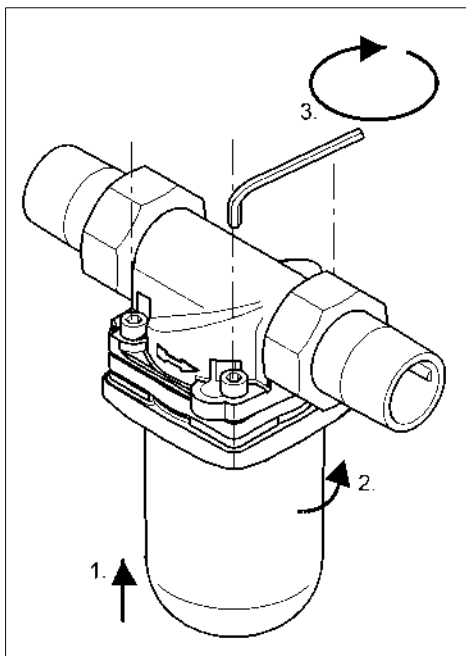

Abb. 6:
- Filterglocke mit Flansch in die Bajonettöffnung des Einbaudrehflansches einsetzen, nach rechts bis zum Anschlag drehen (Abb. 6).